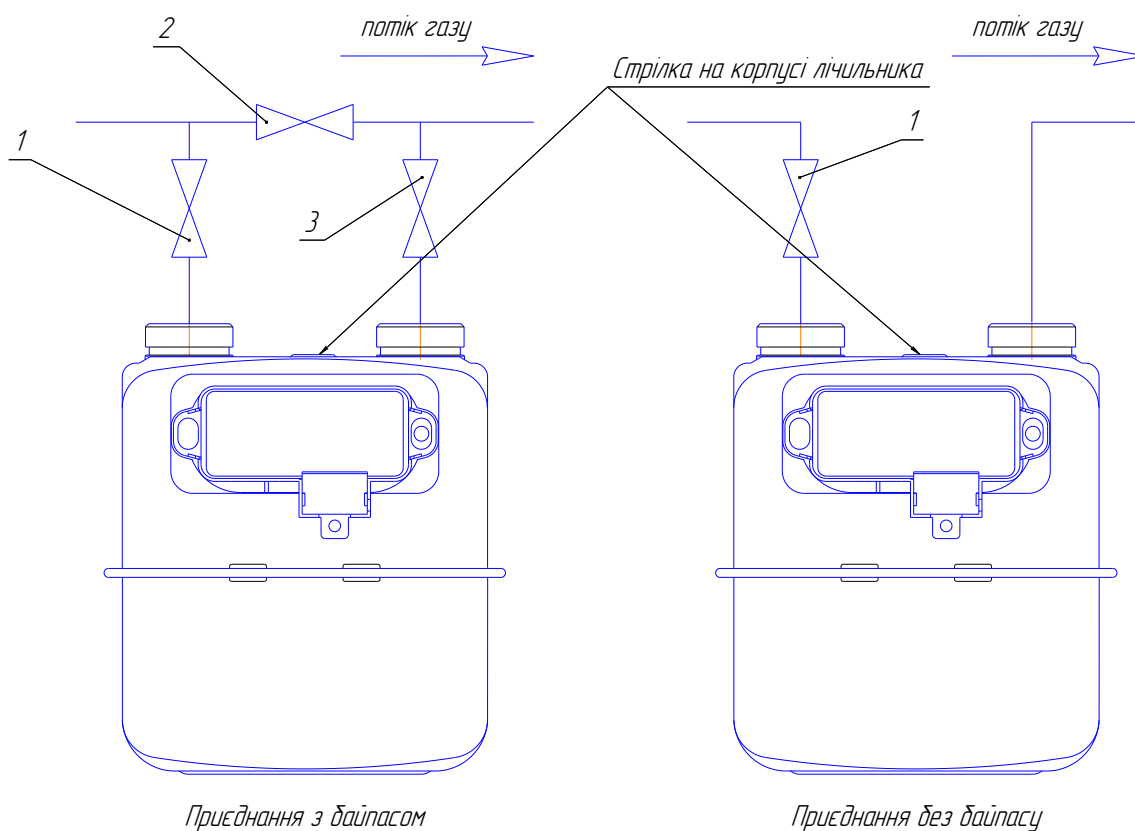

Рис. 14
Можливі два варіанти встановлення лічильника (рис. 14):
Закрийте вхідний (1) та вихідний вентиля (3) лічильника (рис. 14). Якщо вихідний вентиль відсутній, стравіть газ із трубопроводу зі змонтованим на ньому лічильником в атмосферу.
До початку пуску всі вентиля на трубопроводі (рис. 14) повинні бути закритими. При всіх варіантах і на всіх стадіях пуску робочий тиск та витрата газу, що проходить через лічильник, ні в якому випадку не повинні перевищувати значень максимального робочого тиску ($P_{\max}$) та максимальної витрати ($Q_{\max}$) вказаних на маркувальній таблиці лічильника.
Пуск лічильника без байпаса (рис. 14)
Пуск лічильника з байпасом (рис. 14).